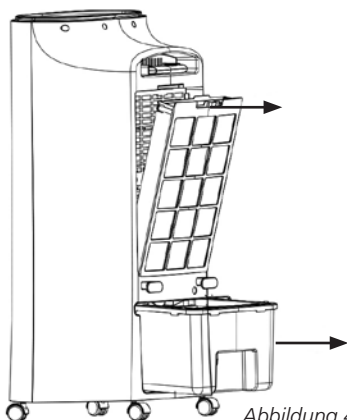

Abbildung 4
1. Ziehen Sie den Filtergriff und entnehmen Sie den Filter aus dem Gerät, siehe Abbildung 4.
1. Entnehmen Sie den Wassertank, siehe Abbildung. 4.